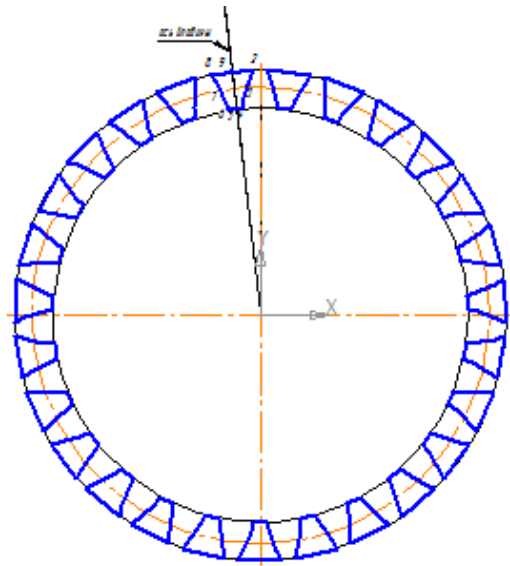

Рис. 11
– замкнутый контур впадины зубчатого венца **2-3-4-5-6-7-8-9-2** равномерно скопировать **по окружности** с числом копий, соответствующим числу впадин (или зубьев), в рассматриваемом примере их **27** (рис. 11).